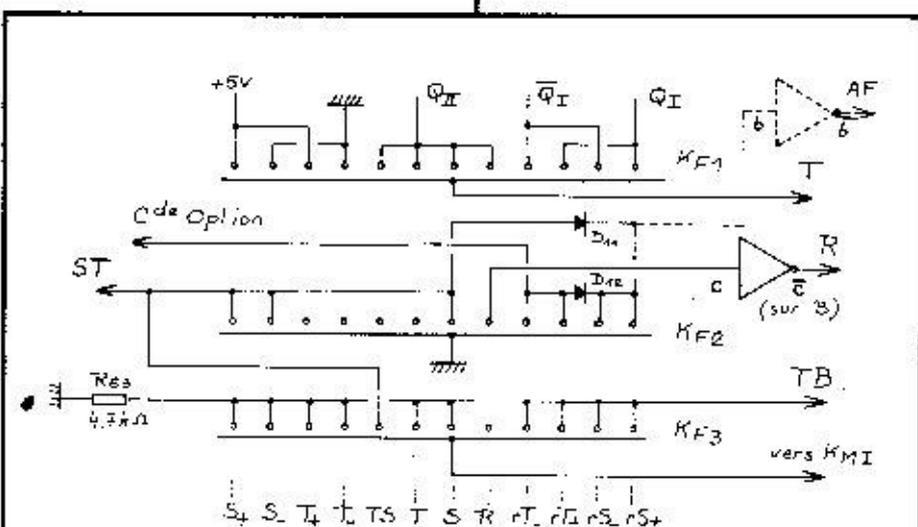

FIGURE 21. - Commutation des formes (par  $K_F$ ).
Les figure 21 à 24 donnent les schémas des commutations du TBF3.
**Figure 21:** La commutation des formes est assurée par un commutateur rotatif à 3 galettes 1 circuit/12 positions. La première section  $K_{F1}$  contrôle l'entrée T du transistor d'inversion  $T_3$ . La seconde section  $K_{F2}$  commande les signaux de fonctionnement ST (passage sinus-triangle), R